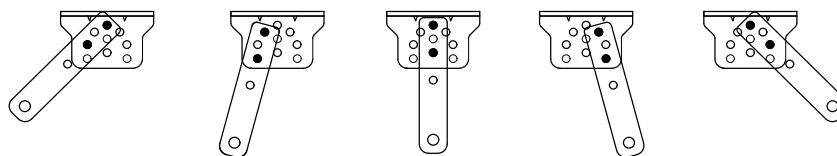

Figura 5
1. El soporte de conexión y el soporte de pared se pueden conectar según diferentes condiciones; consulte la figura 5.